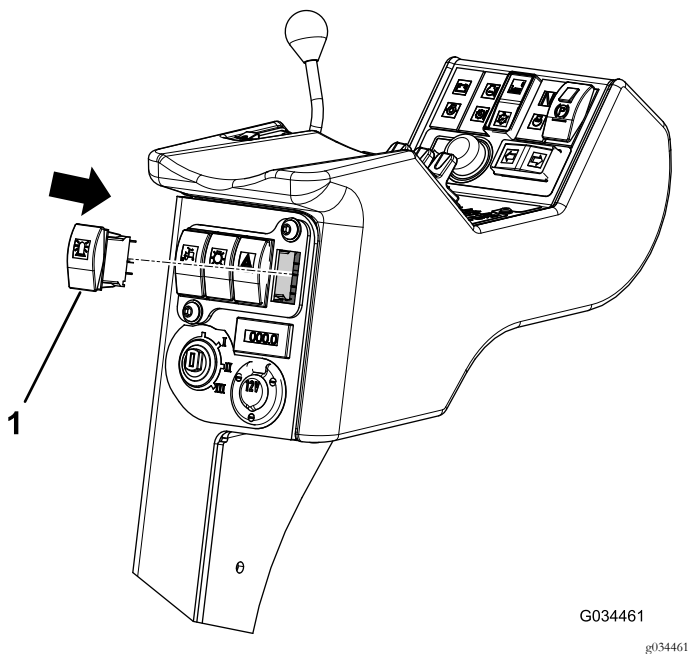

Figura 15
3. Introduzca el interruptor a presión en el orificio hasta que encaje (Figura 15).